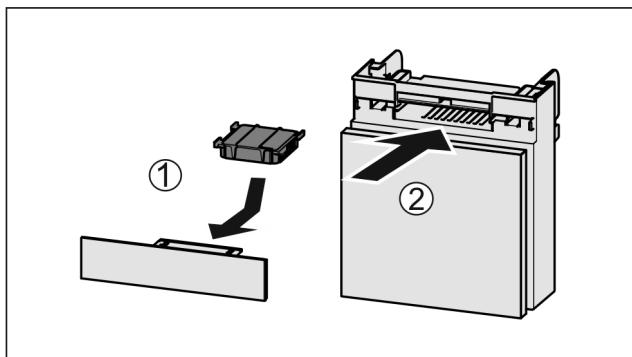

Fig. 156
- Вставити фільтр з активованого вугілля за малюнком Fig. 156 (1).
- Вставити відділення Fig. 156 (2).